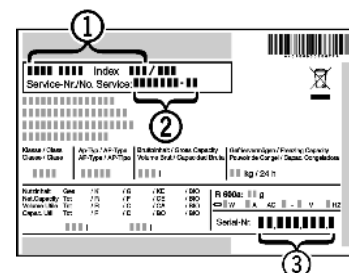

Fig. 15
- ▶ Назва пристрою *Fig. 15 (1)*, сервісний номер *Fig. 15 (2)* та серійний номер *Fig. 15 (3)* вказані на таблиці типів. Табличка типів знаходиться всередині пристрою, зліва.
- ▶ Повідомте сервісну службу про характер неполадки, назву пристрою *Fig. 15 (1)*, сервісний номер *Fig. 15 (2)* та серійний номер *Fig. 15 (3)*.